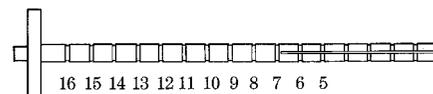

Figura 4-11. Ferramenta de inserção Furlow
1. Utilize a ferramenta de inserção Furlow (**figura 4-11**) e a agulha Keith para ajudar a introduzir os cilindros nos corpos cavernosos.